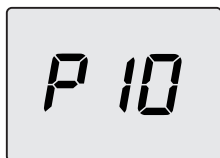

Figura 5.46
- Scorrere i vari parametri utilizzando i tasti 13 o 14 fino a far apparire sul display LCD le lettere **P10** che si alternano con il valore del parametro, indicanti l'entrata nel "parametro 10" (Figura 5.46).
- Premendo contemporaneamente i tasti 12 e 13 (Figura 5.44) si esce senza modificare il valore (ritorno alla lista parametri Figura 5.46)